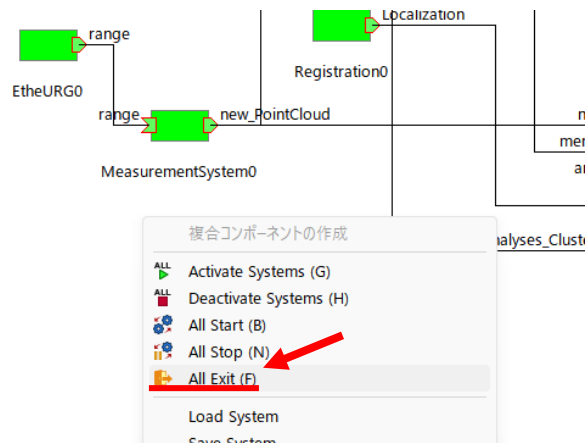

図 53 [System Editor]上の空白部分で[右クリック]し, 表示させた[All Exit]
- ④ 図 53 のように[System Editor]上の空白部分で[右クリック]し, [All Exit]をクリックすると, すべての RTC が終了し, [Start Naming Service]のコンソールを除く, 開いていたコンソールのウィンドウがすべて閉じられ, [Name Service View]および[System Editor]上の RTC の表示が消える. この時, PointCloud\_Viewer RTC のウィンドウを閉じている必要がある.